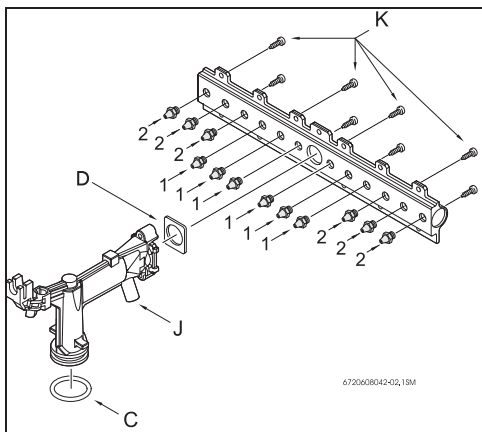

Рис. 4
- ▶ Выкрутить винты К и снять две половины основной горелки (Рис. 4, [К]).
- ▶ смонтировать обе части основной горелки и, если необходимо, заменить прокладки между соединительным патрубком и планкой (Рис. 4, [D]).
- ▶ заменить прокладку (Рис. 4, [C]).